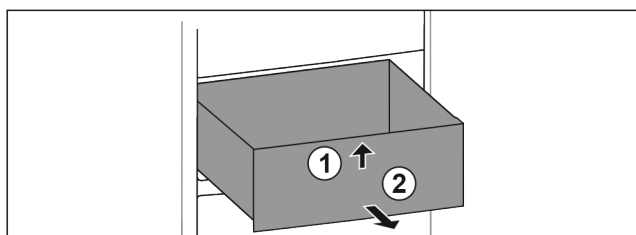

Fig. 68
- Unieść szufladę z przodu. Fig. 68 (1)
- Wyjąć szufladę do przodu. Fig. 68 (2)